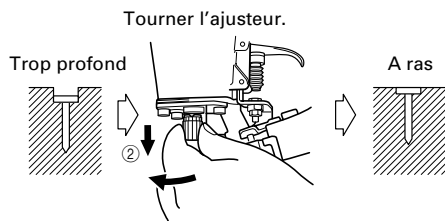

Fig. 9
- ② Si les clous s'enfoncent trop profondément, tourner l'ajusteur dans le sens inverse des aiguilles d'une montre tout en le tirant vers le bas. Lorsque l'ajusteur est libéré, il remonte vers le haut. De plus, tourner l'ajusteur jusqu'à ce qu'il atteigne la position où il soit possible de le fixer avec un clic. (Fig. 9)